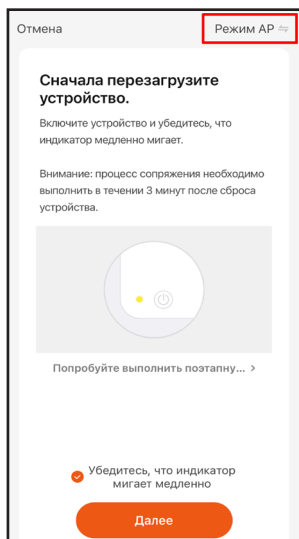

Рис. 6
4. Следуйте инструкциям в приложении, чтобы настроить Wi-Fi. Перед началом подключения выберите «Режим AP» и разместите устройство как можно ближе к источнику WiFi. Убедитесь, что введенный пароль — правильный, а частотный диапазон работы Wi-Fi — 2.4 ГГц [Рис. 6, 7, 8].